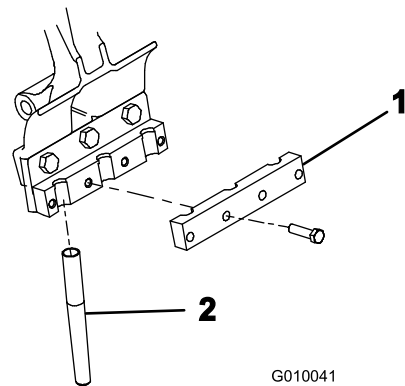

Рисунок 24
- К каждому держателю зубьев свободно прикрепите 4 болтами ($\frac{3}{8} \times 1\frac{1}{2}$ дюйма) зажим зубьев (Рисунок 24). Не затягивайте болты.